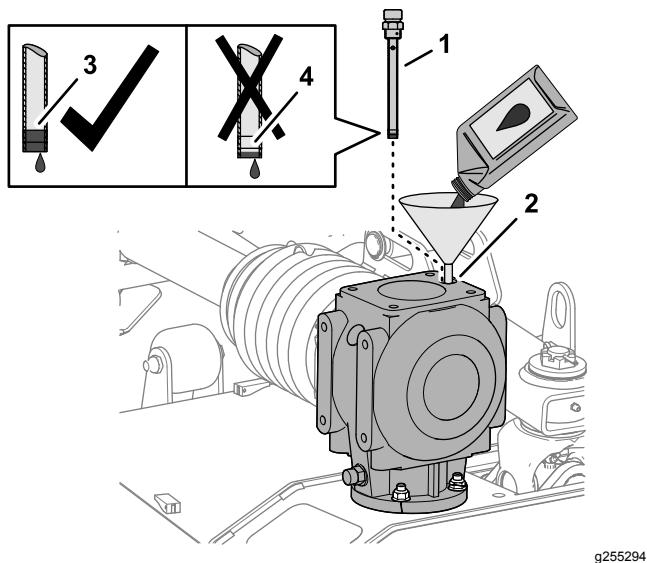

Figura 57
1. Aggiungete 1.064 ml di lubrificante per ingranaggi specificato nella scatola ingranaggi, attraverso il foro dell'asta di livello (Figura 57).
2. Avvitate l'asta di livello nel foro, togliete l'asta di livello e controllate il livello del lubrificante (Figura 57).
4. Avvitate l'asta di livello nel foro di riempimento e serrate l'asta di livello (Figura 57).